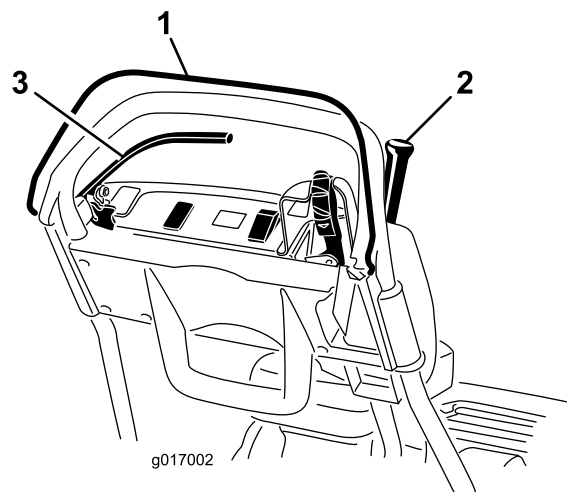

Рисунок 27
3. Попробуйте привести в действие рычаг тяги при ненажатом механизме контроля присутствия оператора (Рисунок 27). Рычаг тяги не должен включиться. Если рычаг тяги включается, то система блокировки нуждается в ремонте. Устраните неполадку перед эксплуатацией. См. "Техобслуживание блокировочных выключателей".
4. При нажатом ОПС и включенном рычаге тяги отпустите ОПС (Рисунок 27). Рычаг тяги должен отключиться. Если рычаг тяги не отключается, то система блокировки нуждается в ремонте.
5. При нажатом ОРС и передвинутым влево рычаге передач включите приводы барабана и тяги и отпустите ОРС (Рисунок 27). Рычаг тяги должен отключиться. Если рычаг тяги не отключается, то система блокировки нуждается в ремонте. Устраните неполадку перед эксплуатацией. См. "Техобслуживание блокировочных выключателей", "Регулировка управления тягой" или "Регулировка управления барабаном".
6. При нажатом ОРС и передвинутым влево рычаге передач включите приводы барабана и тяги, переведите рычаг передач вправо для отключения привода барабана (Рисунок 27). Привод барабана должен отключиться. Если рычаг тяги не отключается, то система блокировки нуждается в ремонте. Устраните неполадку перед эксплуатацией. См. "Регулировка управления барабаном".
2. При нажатом ОРС, включенном рычаге тяги и органах управления двигателем в положении запуска (Рисунок 27). Попробуйте запустить двигатель. Двигатель не должен запускаться. Если двигатель запускается, то блокировочный выключатель нуждается в ремонте. Устраните неполадку перед эксплуатацией. См. "Техобслуживание блокировочных выключателей".
2. При выключенном рычаге тяги, включенном рабочем тормозе и органах управления двигателем в положении запуска (Рисунок 27). Попробуйте запустить двигатель. Двигатель должен запускаться. Если двигатель не запускается, то блокировочный выключатель нуждается в ремонте. Устраните неполадку перед эксплуатацией. См. "Техобслуживание блокировочных выключателей".
3. При работающем двигателе включите рабочий (но не стояночный) тормоз, нажмите орган контроля присутствия оператора и включите рычаг тяги (Рисунок 27). Двигатель должен работать,
4. При работающем двигателе затяните фиксатор стояночного тормоза, нажмите орган контроля присутствия оператора и включите рычаг тяги (Рисунок 27). Двигатель должен заглохнуть. Если двигатель не глохнет, то блокировочный выключатель нуждается в ремонте. Устраните неполадку перед эксплуатацией. См. "Техобслуживание блокировочных выключателей".